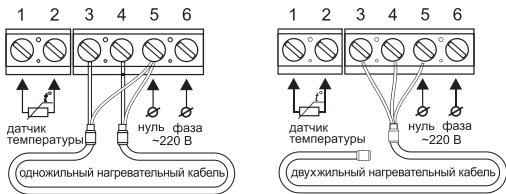

Рис. 4. Схема подключения к 2-х проводной сети питания нагревательных секций и матов
Если у Вас 2-х проводная электрическая сеть (без проводника заземления), схема подключения представлена на рис. 4. Экран нагревательной секции подключается к нейтральному проводнику (N) сети питания, на клемму 5.